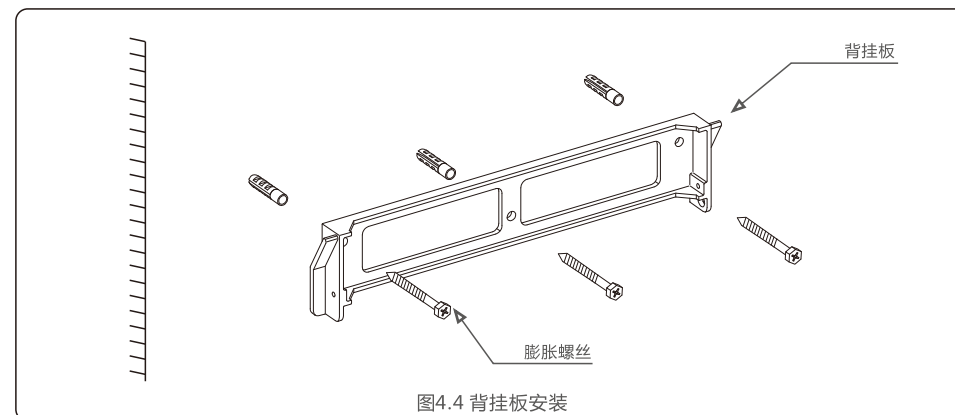
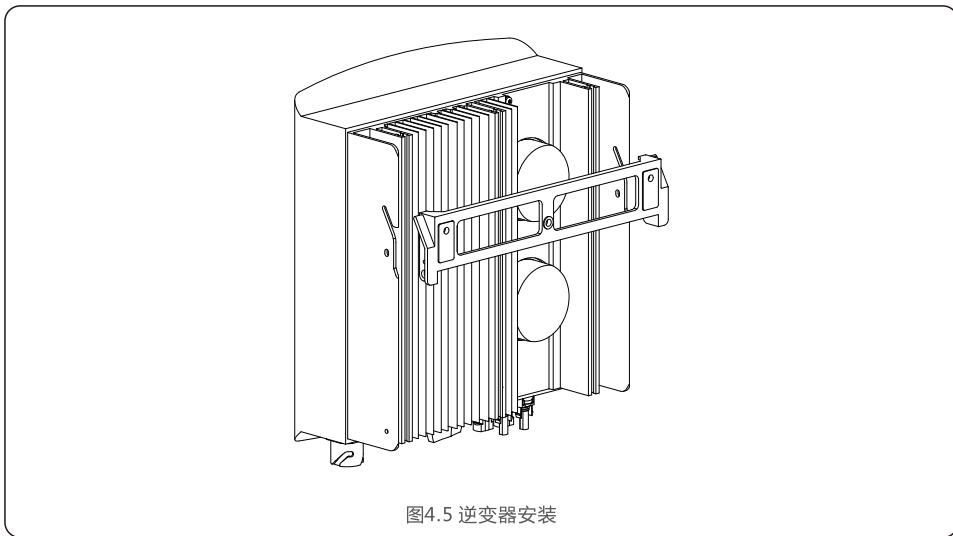

图4.4 背挂板安装
图4.5 逆变器安装
参考图 4.4 以及图 4.5 来安装逆变器。逆变器必须垂直安装。安装步骤如下:
2. 确保支架是水平的，安装孔（如图4.4）是正确标记的。通过标记处钻入墙。
4. 将逆变器抬起，使得逆变器背部安装支架中的开孔，对准背挂板上部的凸起，然后缓慢将逆变器固定到安装板上，直到逆变器牢固安装后，操作人员才可松开设备（如图4.5）。